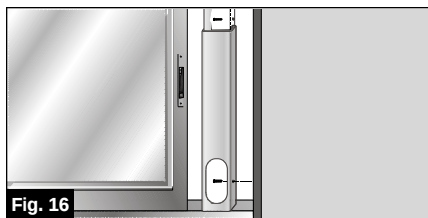

Fig. 16
- Para o poder fixar à janela / terraço, dispõe de dois orifícios laterais. Por meio de dois parafusos (não incluídos com o acessório), o utilizador poderá fixá-lo ao caixilho ou à parede sem perigo de que este se mova ou caia da sua posição, **Fig. 16**.